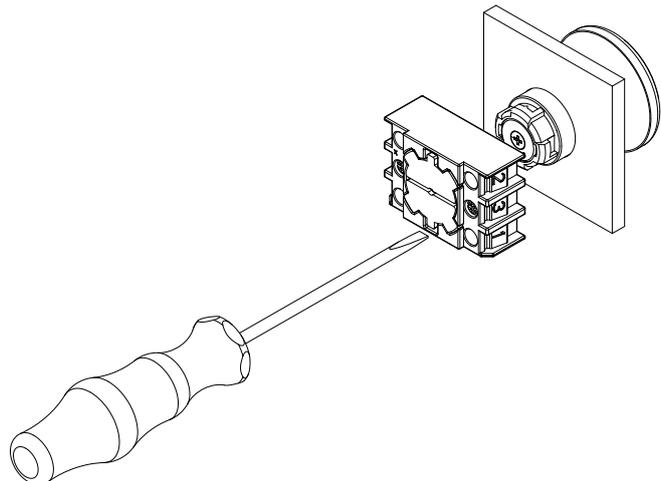

Fig. 10
2. A desmontagem do flange de montagem é realizada soltando os parafusos do flange de montagem. De seguida, rodar o flange de montagem aprox. 45 graus no sentido dos ponteiros do relógio e retirá-lo (ver a fig. 10).